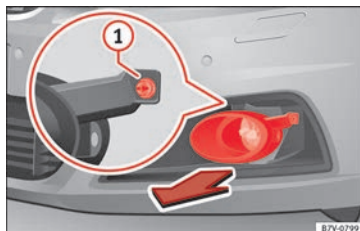

Bild 109 På höger sida av den främre stötfångaren: ta bort strålkastarna
1. Dra luckan framåt i pilens riktning » bild 109.
2. Lossa fästskruven » bild 109 ① med skruvmejseln i bilens verktygssats » sidan 80.
10. Dra åt fästskruven » bild 109 ① med skruvmejseln.
11. Sätt tillbaka locket på stötfångaren » bild 109.